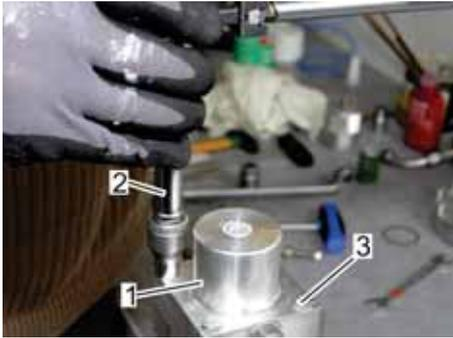

Abb. 103: Federdom festdrehen
19. Die Sechskantschrauben (Abb. 103/3) des Federdoms (Abb. 103/1) mit einem Drehmomentschlüssel SW 10 (Abb. 103/2) über Kreuz mit dem vorgeschriebenen Wert (☞ Kapitel 7.4 „Anziehdrehmomente“ auf Seite 95) festdrehen.
Der Federdom (Abb. 103/1) liegt wegen der eingebauten Federn nicht direkt auf dem Zwischenflansch auf. Daher muss der Aufsatz des Federdoms verkantungsfrei hergestellt werden. Das Festdrehen erfolgt über Kreuz.